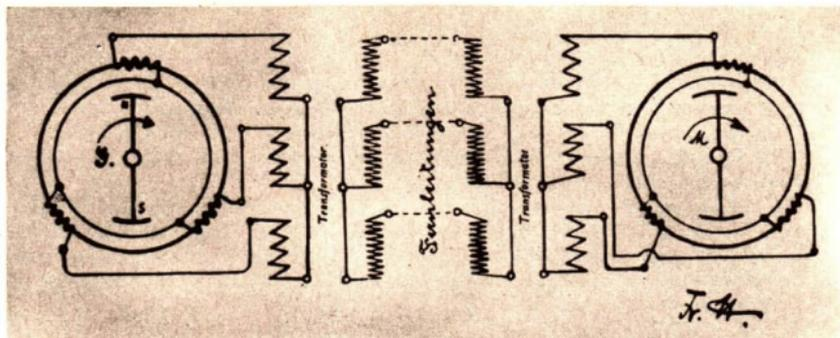

Bild 111/1 Drehstromübertragungssystem nach F. A. HASELWANDER
6. In Bild 111/1 sehen Sie in einer Originalzeichnung F. A. HASELWANDERS ein Drehstrom-übertragungssystem. Stellen Sie das gleiche Leitungssystem mit Hilfe standardisierter Schaltzeichen dar!